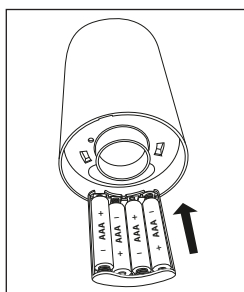

Rys. 2
7. Ponownie włóż pokrywkę wnęki na baterie **13**. Obróć pokrywkę wnęki na baterie **13** w prawo, w kierunku lock , aż obydwa oznaczenia ► ◄ znajdą się na tej samej wysokości pokrywka wnęki na baterie **13** słyszalnie się zatrzaśnie (patrz rys. 2).